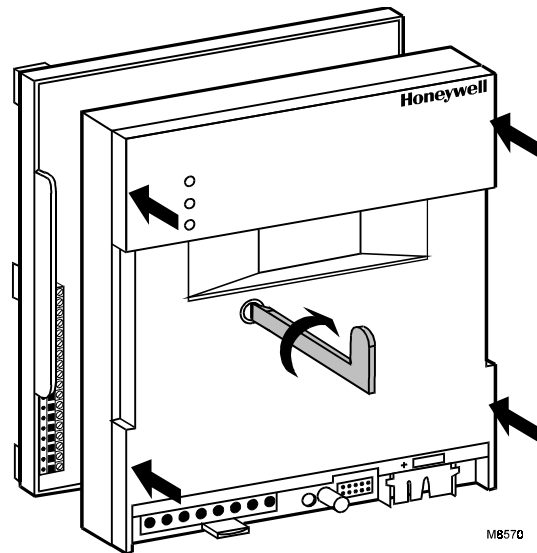

Fig. 14. Fixer le boîtier sur l'embase.
- ① Après avoir vérifié l'ensemble du câblage, positionner le boîtier sur l'embase et appuyer fermement. Serrer la vis en laiton. Voir Fig. 14.